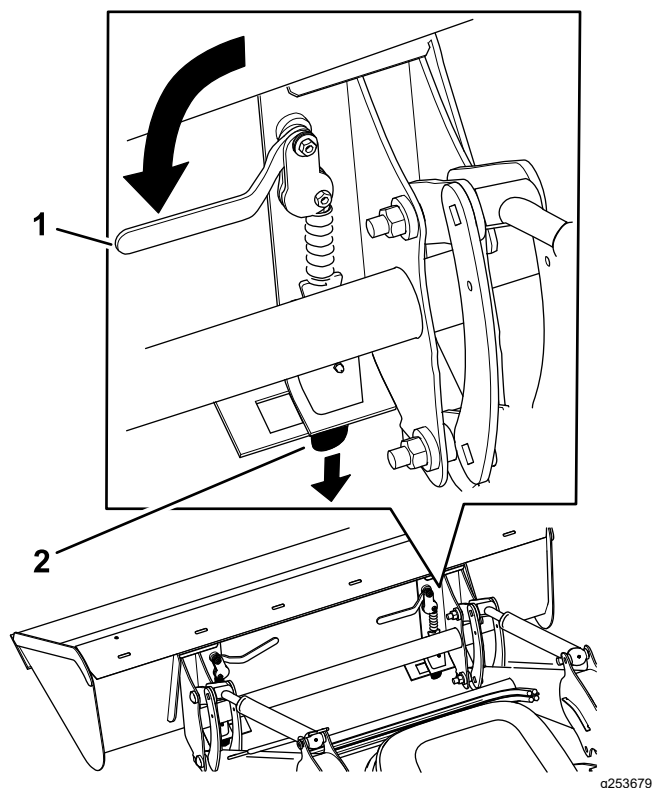

図 58
8. クイックアタッチレバーを車両中央側に倒すクイック取り付けピンをアタッチメント取り付けプレートに完全に通す 図 58。